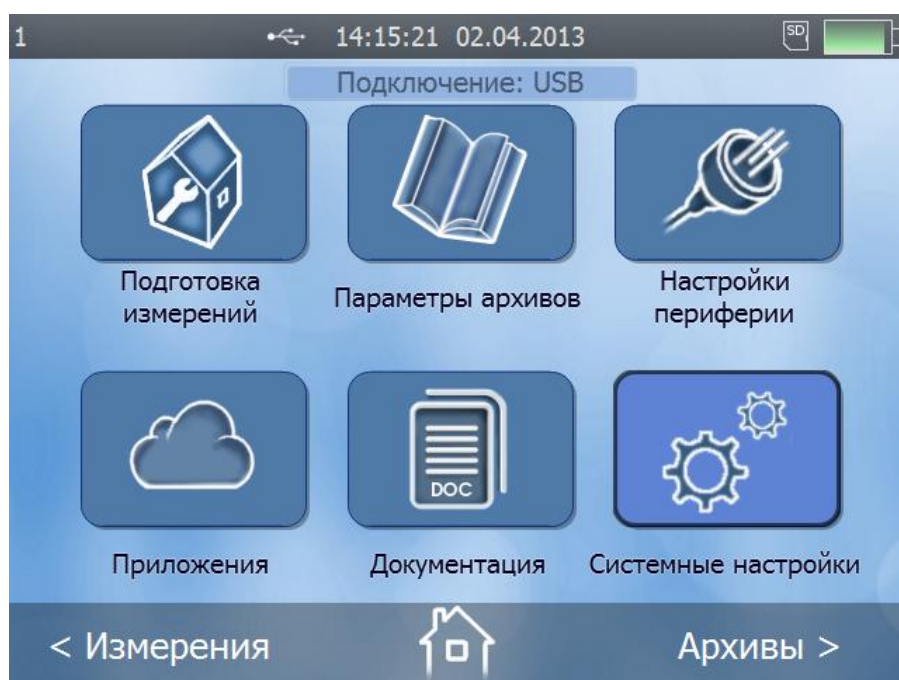
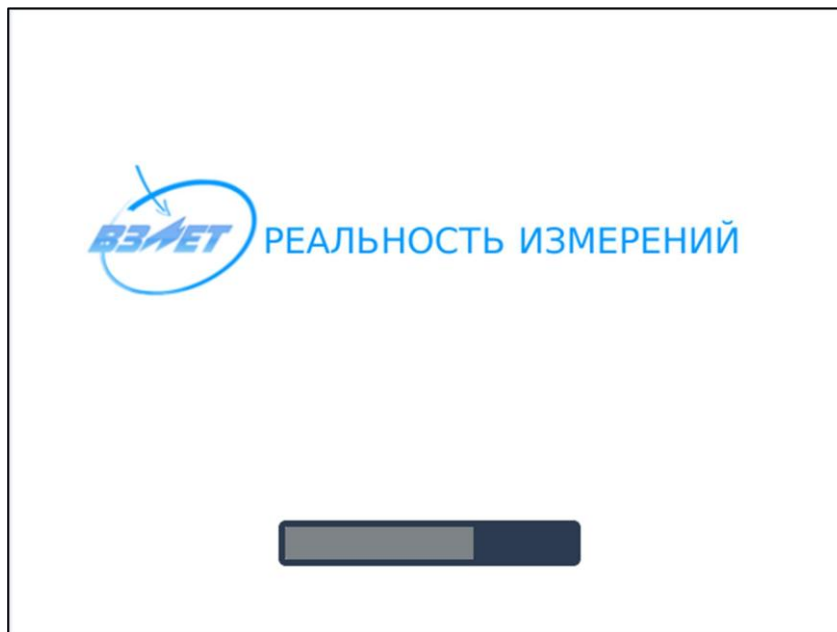

Рис.4. Основное меню расходомера
Рис.11. Заставка на дисплее в режиме самотестирования
3.1.1. Для управления расходомером с клавиатуры используется многоуровневая система меню, состоящая из основного меню (рис.4), подменю, команд и параметров, наименования которых сгруппированы в списки.
3.3.1. Для ввода цифровых или списочных параметров возможно использование функции «in-touch» дисплея. Для входа в какое-либо подменю из основного меню достаточно прикоснуться пальцем к соответствующей иконке на дисплее (см. рис.4).
- 4.1. Для включения расходомера необходимо нажать и несколько секунд удерживать кнопку . Прибор входит в режим самотестирования, на дисплее индицируется заставка (см. рис.11). По окончании самотестирования на дисплей выводится основное меню (см. рис.4).